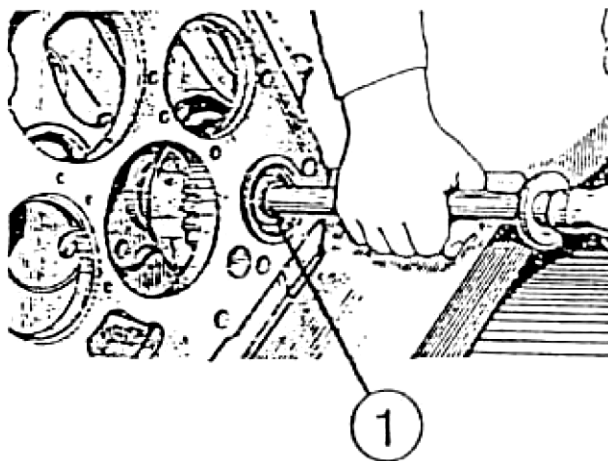

Рисунок 5.53
4.3) используя проставку из мягкого металла (бронза и др.), выбейте вал (1) (рисунок 5.53), в сборе, вперед по ходу движения трактора;